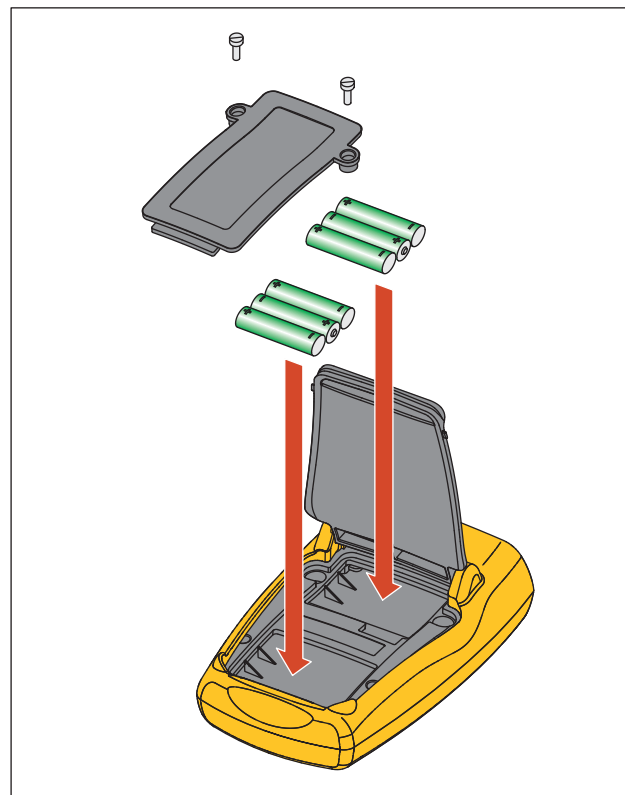

Figura 60. Sostituzione delle pile
2. Sollevare il dispositivo di fissaggio per accedere allo scomparto batterie. Vedere la figura 60.